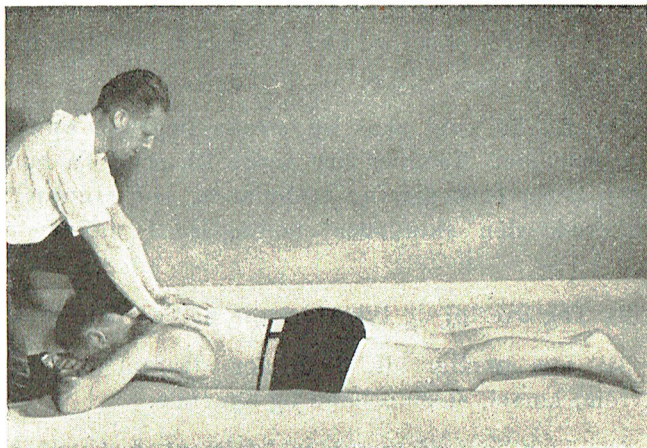
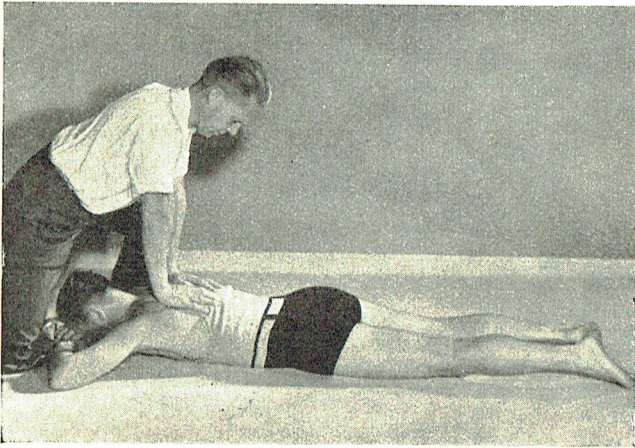
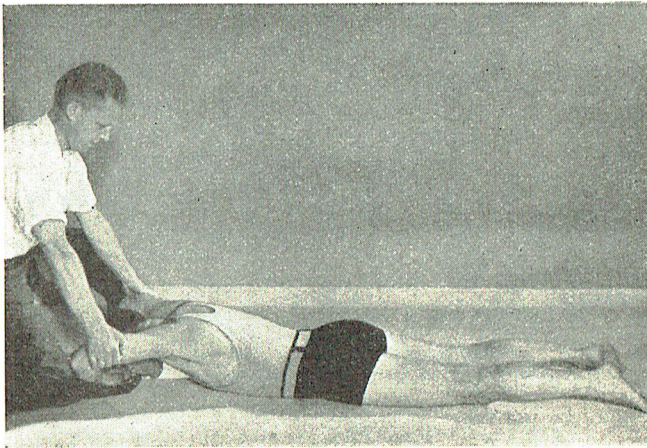

Fig. 1.
Fig. 2.
Fig. 3.
6) Læg dine hænder med samlede fingre på hans ryg, således at dine håndled ligger lige på kammen af den skindødes skulderblade og håndfladerne på selve skulderbladene således, at 2.—5. finger peger mod den skindødes fødder (begyndelsesstilling fig. 1).
7) Begynd øjeblikkelig det kunstige åndedræt ved at gynde din overkrop frem på dine strakte arme under et roligt, jævnt tiltagende tryk på den skindødes skulderblade, indtil dine arme når den lodrette stilling (udånding fig. 2). Bevægelsen skal ske uden nogen som helst kraftanspændelse, kun
bevægelse i $2\frac{1}{2}$ sekund (indånding fig. 3), medens du fortsat tæller: 5—6—7—8. På »8« sænker du roligt den skindødes arme mod underlaget og lader dine hænder glide frem til begyndelsesstillingen (fig. 1). Udåndingstrykket gentages, løftebevægelsen følger og således fortsættes. Den skindødes overkrop må ikke løftes fra underlaget, men kun lettes.
gisp, ved bevægelser o.s.v.), ophører du med løftningen af hans arme, og du fortsætter nu ved kun at trykke på hans skulderblade (udånding fig. 2) og derefter lade trykket ophøre, idet du gynger tilbage til begyndelsesstillingen (fig. 1).
Anvendes tillige carbogen, fortsættes dog uforandret med begge bevægelser (fig. 2 og 3), indtil han trækker vejret naturligt.